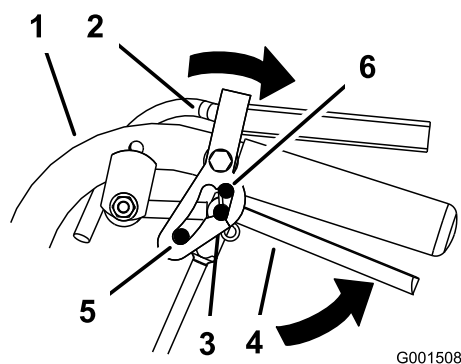

Figura 10
- Ponga los dedos pulgar en la parte superior de los cierres y muévalos hacia atrás (Figura 10).